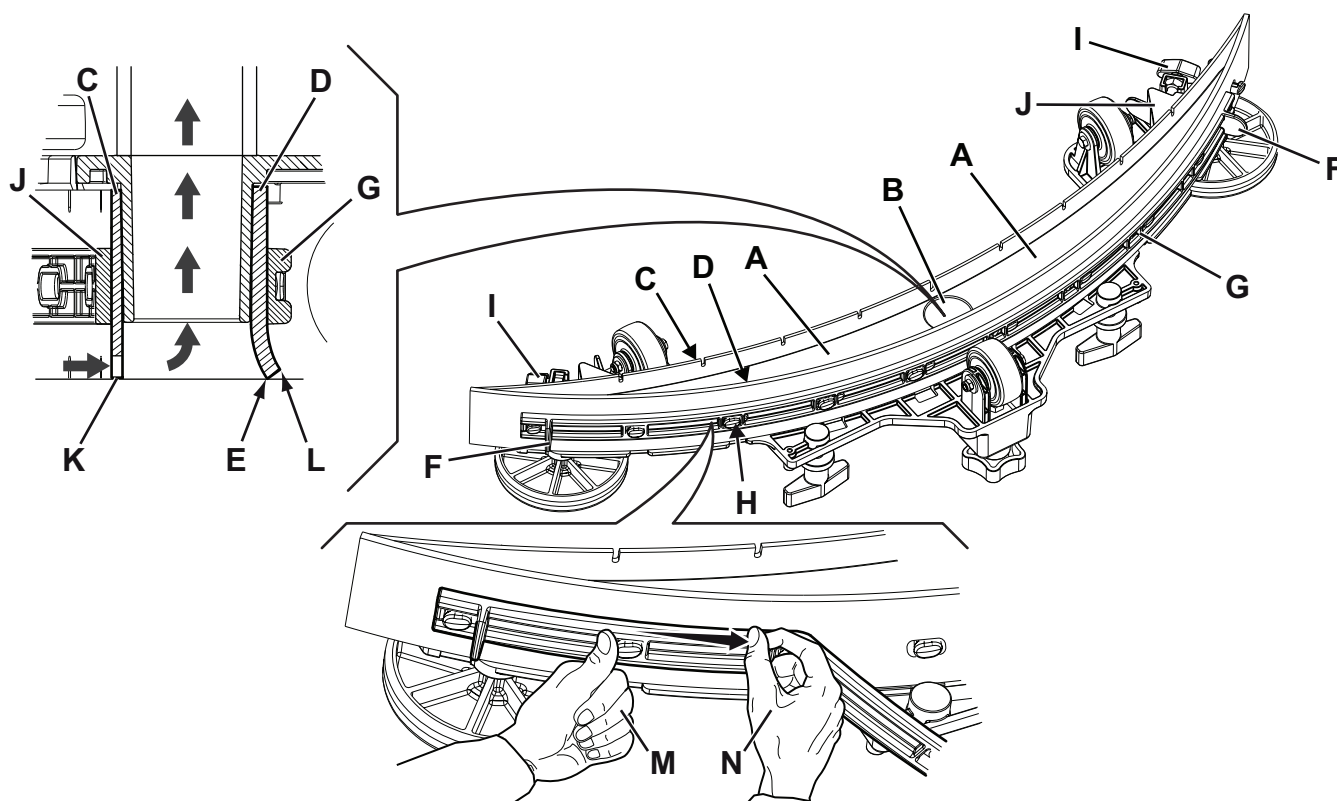

Figure 5
2. S'assurer que la machine est éteinte et que la fiche du câble d'alimentation (4) est débranchée du réseau électrique.
3. Desserrer les boutons (13) et déposer l'embouchure (26).
4. Laver et nettoyer l'embouchure. Nettoyer en particulier les compartiments (A, Fig. 5) et l'orifice (B) de la saleté et des déchets. Contrôler que la lamelle en caoutchouc avant (C) et la lamelle en caoutchouc arrière (D) sont intactes et qu'elles ne présentent pas de coupures ou déchirures ; en cas contraire, les remplacer comme indiqué au paragraphe suivant.
2. Contrôler que la lamelle en caoutchouc avant (C, Fig. 5) et la lamelle en caoutchouc arrière (D) sont intactes et qu'elles ne présentent pas de coupures ou déchirures ; en cas contraire, les remplacer en procédant comme suit. Contrôler que l'arête avant (E) de la lamelle en caoutchouc arrière n'est pas usée ; en cas contraire, tourner la lamelle en caoutchouc, en remplaçant l'arête usée avec l'une des trois arêtes intactes. Si toutes les arêtes sont usées, remplacer la lamelle en caoutchouc en procédant comme suit :
- À l'aide de la lamelle (F), libérer et retirer la bande élastique (G) des dispositifs de retenue (H), puis remplacer/renverser la lamelle en caoutchouc arrière (D).
- Pour la repose, procéder dans l'ordre inverse de la dépose. Fixer la bande élastique (G) aux dispositifs de retenue (H) à partir d'un côté. Fixer les dispositifs de retenue un à un, en bloquant la bande avant le dispositif de retenue d'une main (M) et en la tirant avec l'autre main (N) pour faciliter la fixation.
- Dévisser les boutons (I) et enlever la bande de retenue (J), puis remplacer/renverser la lamelle en caoutchouc avant (C).
3. Reposer l'embouchure (26) et serrer les boutons (13).
- Vérifier que le rabat (K) de la lamelle en caoutchouc (C) et le rabat (L) de la lamelle en caoutchouc arrière (D) posent comme indiqué sur la figure.
- Pour le réglage, utiliser la manette (14).